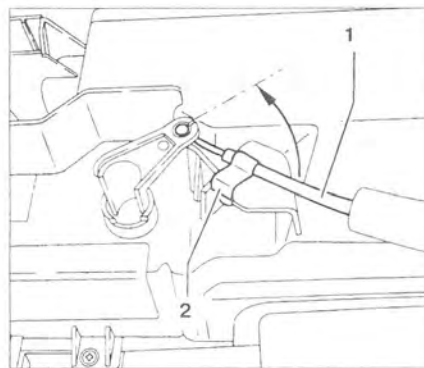

Рис. 9.67. Отсоедините фиксатор 2. Переместите трос 1 против часовой стрелки (стрелка) и отцепите его.
7. Отсоедините фиксатор 2 (рис. 9.67). Переместите трос 1 против часовой стрелки (стрелка) и отцепите его.